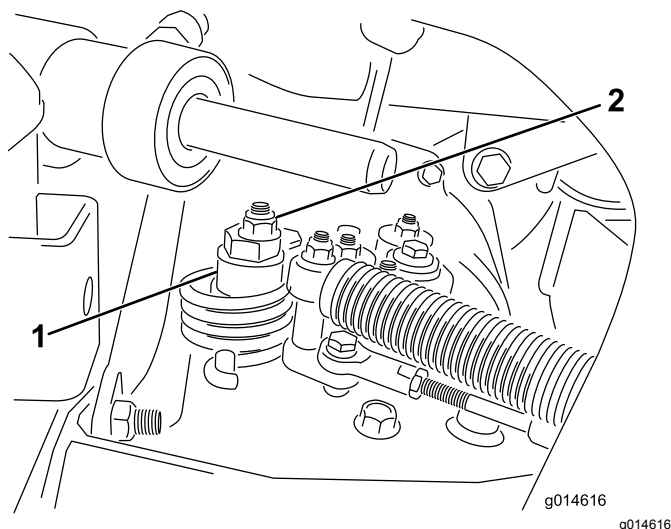

Рисунок 32
- A. Ослабьте гайку крепления эксцентрика к верхней части гидростата (Рисунок 32).
- C. Поворачивайте эксцентрик до тех пор, пока не прекратится медленное вращение колеса в любом направлении. Когда колесо перестанет вращаться, затяните гайку, которая фиксирует эксцентрик и регулировку (Рисунок 32). Проверьте регулировку при положениях дроссельной заслонки МЕДЛЕННО и БЫСТРО.